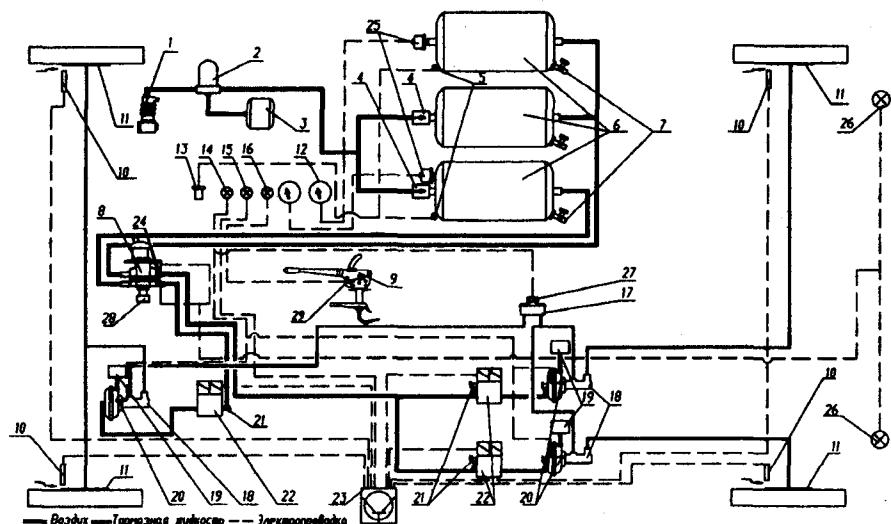

Рис. 10.7. Принципиальная схема тормозной системы автомобилей ГАЗ-3308 и ГАЗ-33081:
1. Пункты 10.2.1, 10.2.2, 10.2.3 – исключаются. Взамен вводится новый рис. 10.7 «Принципиальная схема тормозной системы автомобилей ГАЗ-3308 и ГАЗ-33081».